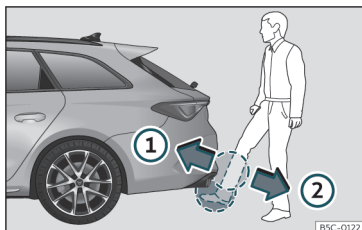

Fig. 88 Portón del maletero con apertura controlada por sensor (Easy Open).
- Con un movimiento rápido, acerque un pie y la parte inferior de la pierna lo más posible al paragolpes. La parte inferior de la pierna tiene que acercarse a la zona del sensor superior, y el pie, a la zona del sensor inferior » **fig. 88 ①**.
- Retire rápidamente el pie y la parte inferior de la pierna de las zonas de los sensores » **fig. 88 ②**. El portón trasero se abre automáticamente.